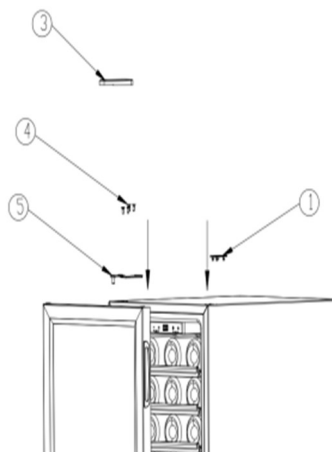

Fig.4
5. Fixer quatre vis (4) et la charnière supérieure (5) sur le trou de montage dans le coin supérieur gauche du corps de la boîte avec les pièces de la charnière retirées à l'étape 1, et installer le couvercle de la charnière de la porte sur la charnière supérieure (3).
6. Installer le couvercle décoratif de la charnière de la porte (1) retiré à l'étape 1 dans le trou de montage de la charnière dans le coin supérieur droit de la boîte (comme illustré à la figure 4).